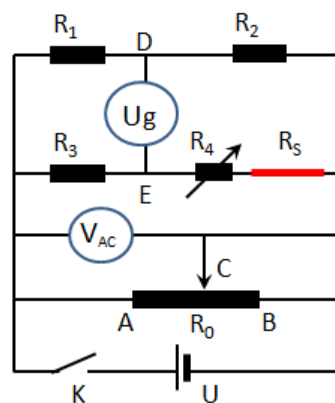

图 1 非平衡电桥
非平衡电桥与传感器配合使用，可测量温度、应力、位移等物理量。图 1 为非平衡电桥的原理图，其中电阻箱  $R_1$ 、 $R_2$ 、 $R_3$  为电桥的三个臂，电阻箱  $R_4$  与金属丝电阻  $R_5$  串联构成第四臂， $R_0$  为电位器， $C$  是滑动头。当电桥平衡时：
1) 按图 1 连接电路，其中  $R_1=R_2=R_3=51.00\Omega$ ，用 KEITHLEY 台式万用表（操作说明见附录）监测  $U_g$  和分压  $U_{AC}$ ，其中  $U_{AC}$  取  $0.3\sim 0.5V$ ；（W 点）
- 1、按图 1 接好电路；